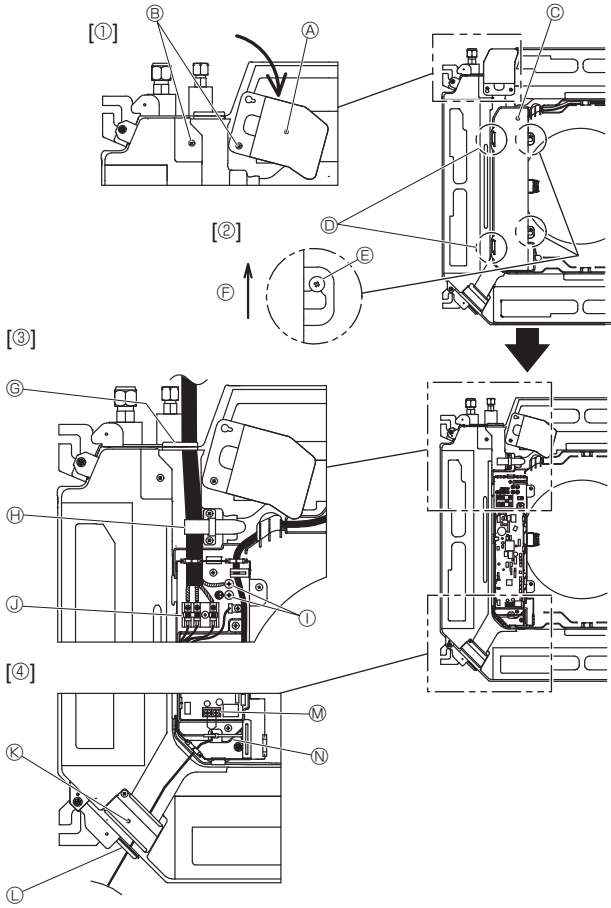

Fig. 6-1
### 6.1. İç ünite (Fig. 6-1)
- Elektrik kablosu servis panelini sabitleyen iki vidayı sökün ve ardından elektrik kablosu servis panelini çevirin. [Fig. 6-1 ①]
- Elektrikli kutusu kapağını sabitleyen iki vidayı sökün ve ardından elektrik kutusu kapağını kaydırarak çıkarın. [Fig. 6-1 ②]
- Kabloyu, iç/dış ünite bağlantı kablosunu ve toprak kablosunu şemada [Fig. 6-1 ③] verilen kablo girişlerinden geçirin.
- Uzaktan kumanda kablosunu şekilde gösterilen kablo girişlerinden geçirin ve bağlayın. [Fig. 6-1 ④, Fig. 6-3]